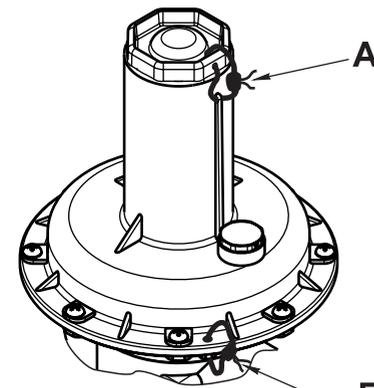

Рис. 7
4.10.2 Регулятор и ПСК. Для пломбировки используйте проволоку диаметром 0,8 - 1,5 мм, которую необходимо протягивать через отверстия, расположенные в защитной пробке и плоскости соединения корпусных деталей (рис. 7, места А и Б). Пломбировка места А осуществлена на заводе-изготовителе. Пломбировка места Б осуществляется после настройки клапана на необходимое давление срабатывания.